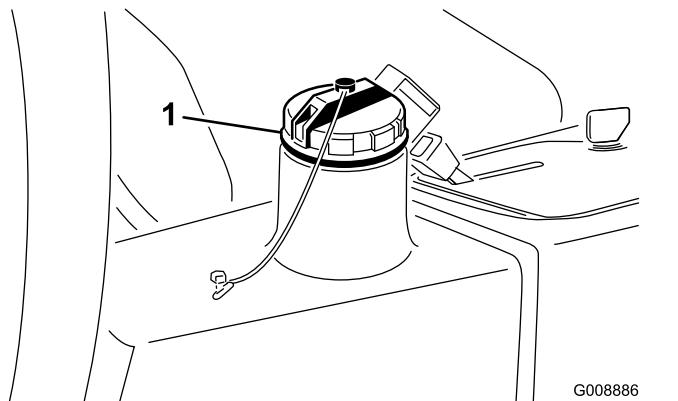

図30
2. 油圧オイルタンクの注油口周辺をきれいに拭き、キャップ図30を外す。キャップを外す。